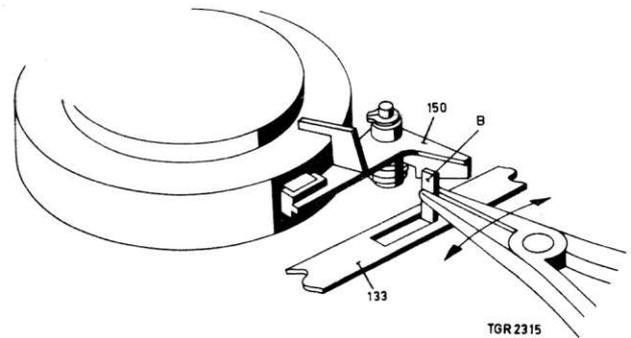

Fig. 11
Réglage de l'étrier de freinage pour l'arrêt instantané, voir fig.11 et 12
- Régler en recourbant la patte B, selon fig.11.